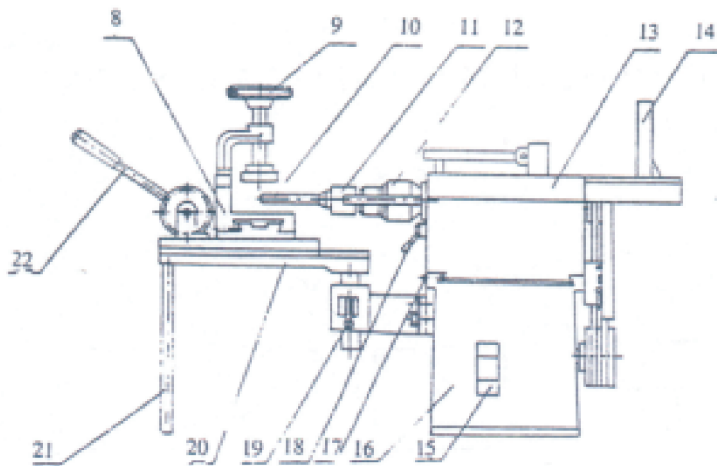

рис. 2
6.5 При выполнении операции пазования - установите сверлильный стол слева от станка (см. рис. 2), затем установите опору **11**, патрон **12** и сверло или фрезу для формирования паза, закрепите заготовку в той позиции, где будет формироваться паз. Поворотом рукоятки **9** прижмите заготовку и переведите выключатель в положение «реверс».